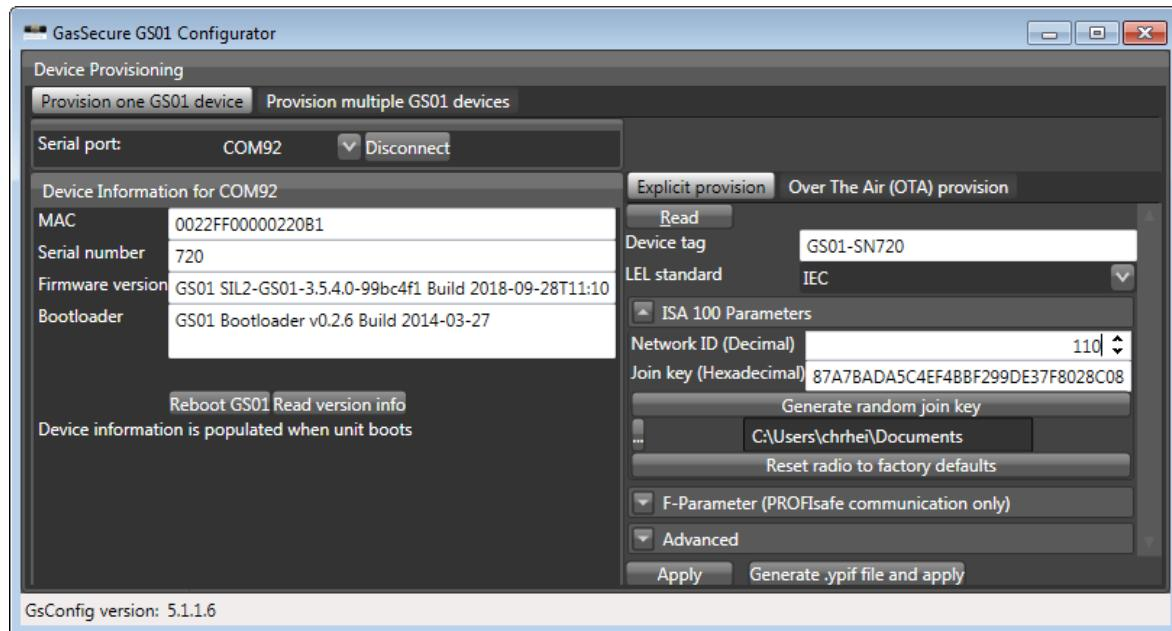

Рис. 3-1: Конфигуратор GS01
- b) Запустите Конфигуратор GS01 и выберите правильный COM-порт. Оставьте режим по умолчанию Provision one GS01 device. Нажмите кнопку Connect и убедитесь, что отображается информация об устройстве, см. Рис. 3-1. Нажмите кнопку Read version info, если информация об устройстве не отображается автоматически. Нажмите кнопку Read, чтобы отобразить текущее состояние инициализации устройства. Оставьте "Explicit provision".
- c) Введите обозначение устройства (Device tag)⁵ и необходимый сетевой идентификатор (Network ID) в десятичном формате⁶, см. Рис. 3-1.
- Запустите Конфигуратор GS01 и выберите правильный СОМ-порт. Оставьте режим по умолчанию Provision one GS01 device. Нажмите кнопку Connect и убедитесь, что отображается информация об устройстве, см. Рис. 3-1. Нажмите кнопку Read version info, если информация об устройстве не отображается автоматически. Нажмите кнопку Read, чтобы отобразить текущее состояние инициализации устройства. Выберите "Over The Air (OTA) provision".